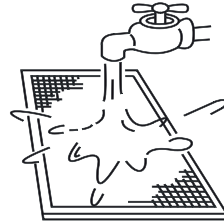

Fig. 6-9
- b. Partea de intrare a aerului trebuie să fie orientată în jos dacă utilizați apă curată. (Consultați Fig. 6-9).